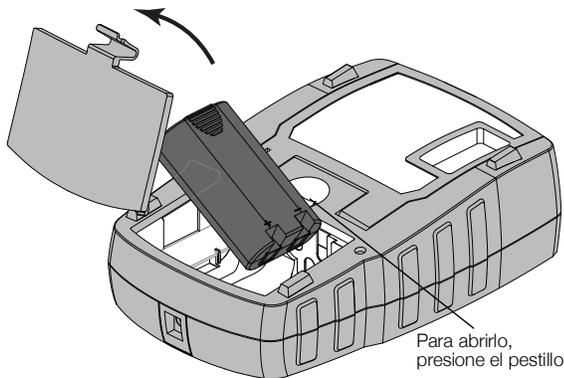

Imagen 4
- 1 Presione el pestillo situado en la parte posterior de la impresora para retirar la tapa del compartimento de las pilas. Consulte Imagen 4.
- 2 Inserte las pilas en el compartimento de las pilas teniendo en cuenta la polaridad. Consulte Imagen 4.